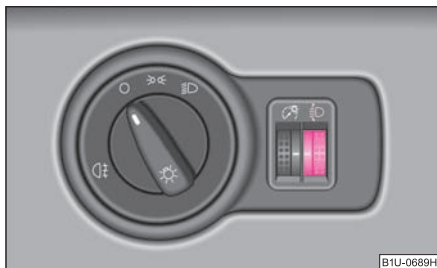

Fig. 43 Tabloul de bord: Adap-tarea farurilor
- Rotiți regulatorul rotativ $\Rightarrow$ fig. 43, până când lumina de întâlnire este reglată astfel încât să nu îi orbească pe participanții la trafic.